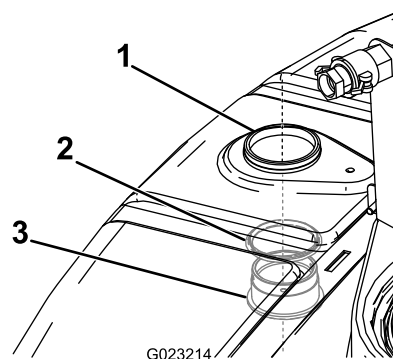

Figura 14
2. Montate il diaframma e l'O-ring in alto dall'interno del serbatoio attraverso il foro precedentemente realizzato (Figura 14).